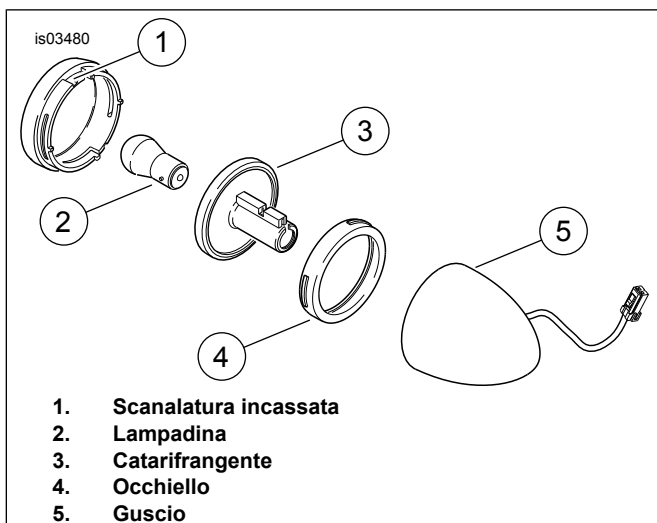

Figura 6. Luce
- a. Vedere Figura 6. Inserire un cacciavite a lama piatta nella scanalatura incassata sulla lente degli indicatori di direzione. Girare delicatamente finché la lente non venga spinta fuori.